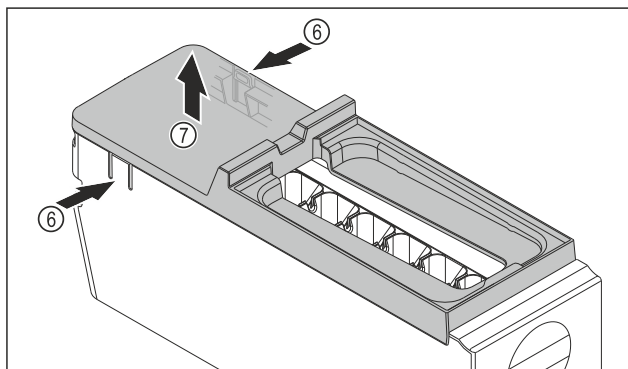

Fig. 145
- ▶ Снимите крышку корпуса EasyTwist-Ice: Надавите рукой на накладки Fig. 145 (6) с обеих сторон корпуса EasyTwist-Ice.
- ▶ Другой рукой снимите крышку Fig. 145 (7) по направлению вверх.